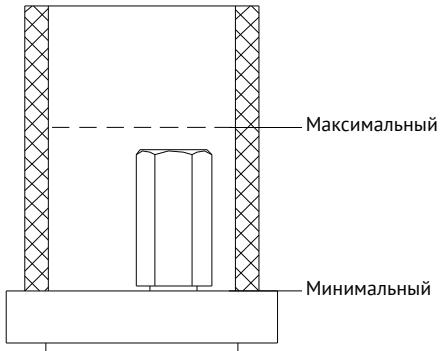

Рис. 3. Уровень заливки рабочей жидкости в стакан
7.7 Плавными движениями, производите накачивание ручным насосом. Величина создания давления ручным насосом зависит от диапазона измерения установленных СИ, но не должна превышать 3 МПа. Во время накачивания будет происходить уменьшение уровня рабочей жидкости в стакане. Следите, чтобы уровень жидкости не упал ниже минимальной отметки (*Рис. 3*).